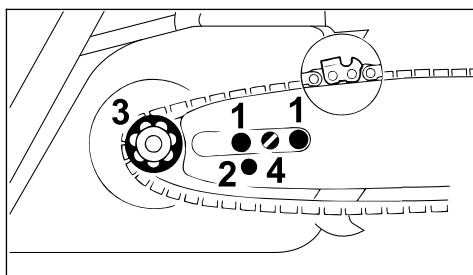

Рис. 36
- Направляющую шину наложить на болты (рис. 36, поз. 1) – режущие края пильной цепи должны быть направлены вправо
- Фиксирующее отверстие (рис. 36, поз. 2) уложить над цапфой прижимной задвижки – одновременно пильную цепь уложить над цепной звездочкой (рис. 36, поз. 3)
- Болт (рис. 36, поз. 4) поворачивать вправо, пока пильная цепь не будет слегка провисать – а выступы ведущих звеньев не войдут в паз шины